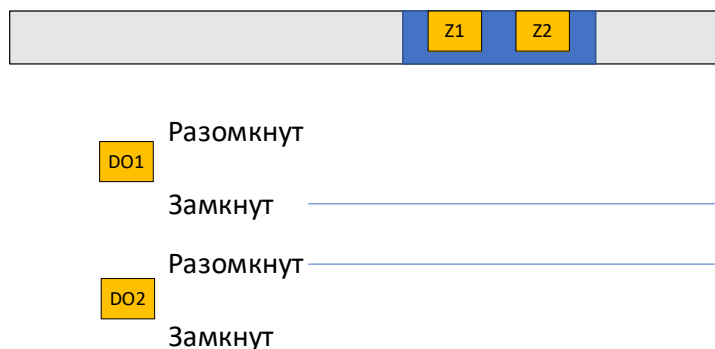

Рисунок 2
1.1.5.7 При отсутствии движения над датчиком выход DO1 замкнут, DO2 – разомкнут (см. рис. 2).